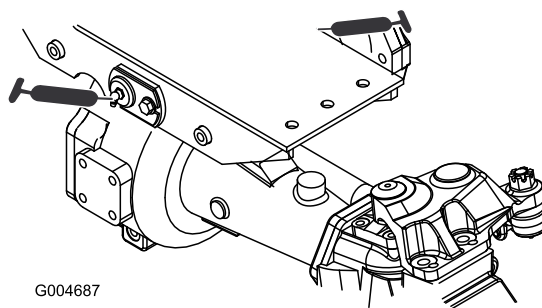

Figura 59
- 2 boccole orientabili dell'assale anteriore e posteriore (Figura 59)